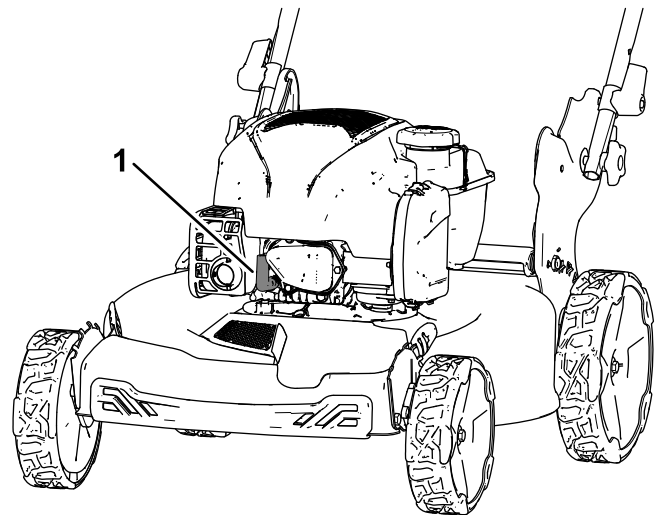

Figura 17
2. Scollegate il cappello dalla candela (Figura 17).